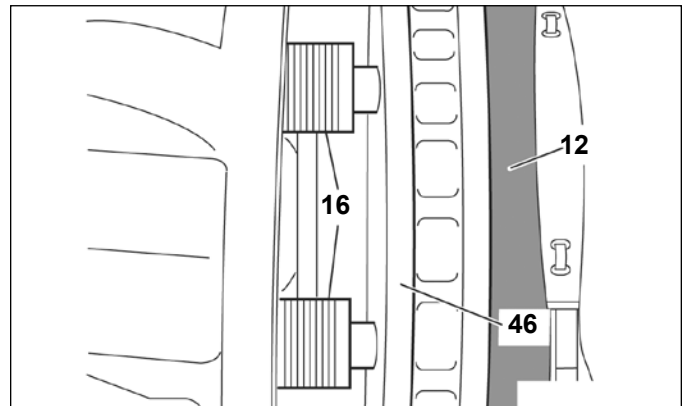

FIGURE 50 - UTILISATION D'UNE GARNITURE DE FREIN NEUVE COMME ESPACEUR
5.5.9 Inspecter les tubes filetés (16). Cf. Figures 50 et 51. Étirer les tubes sur moins de 44,5 mm (1,75 po) en tournant l'adaptateur de cisaillement (61) dans le sens horaire. Inspecter les filets pour vérifier qu'ils ne comportent pas de rouille, de corrosion, de dommages, etc. Si les filets sont endommagés (présence importante de rouille ou de corrosion), l'ensemble étrier/plateau porteur doit être remplacé.